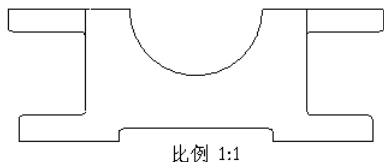

图 3.12.32 主视图
Step5. 选取 类别 区域中的 视图显示 选项，在 显示样式 下拉列表选取 消隐 选项，在 相切边显示样式 下拉列表选取 无 选项，其他参数采用系统默认设置值，单击 确定 按钮，此时主视图如图 3.12.32 所示。